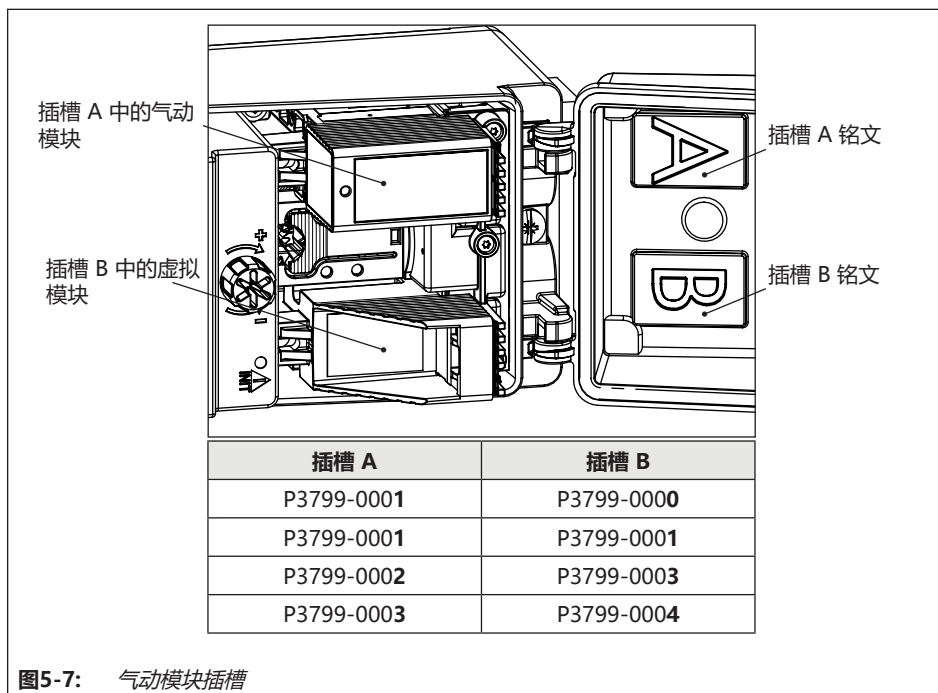

图5-7: 气动模块插槽
两个插槽均可用于定位器中的气动模块 (请参见图5-7)。
1. 请遵守允许的气动模块组合，如同图 5-7 中规定。